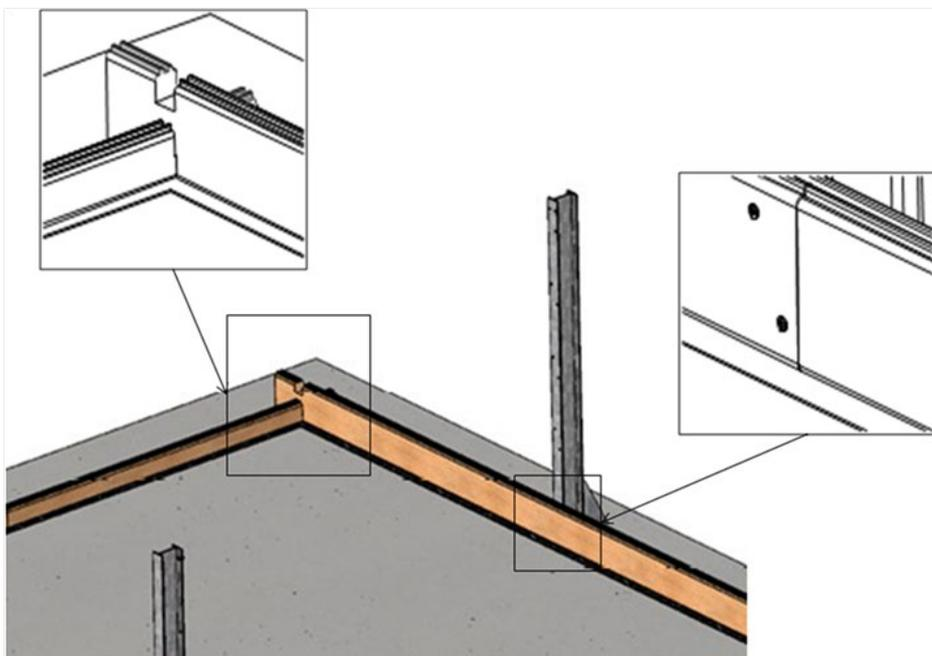

Figure 10 – Verrouillage des madriers entre eux
- entre elles comme indiqué à la *Figure 10*, à l'aide de 2 vis par paire de lames, et sur les deux côtés comportant chacun 10 lames de hauteur, soit un total de 80 vis à tête fraisée 5 × 40 en inox A4 torx filetées sur 25 mm (sachet C) ;